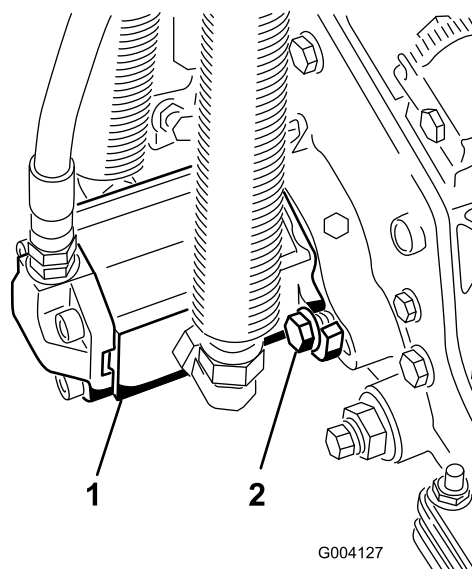

**Figura 19**
13. Sujete la cadena del brazo de elevación al soporte de la cadena con el pasador de seguridad (Figura 19). Utilice el número de eslabones indicado en el *Manual del operador* de la unidad de corte.